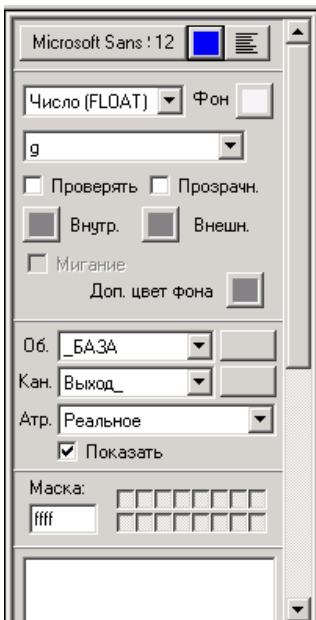

Рис. 4.4
- Выведите на экран значение пилообразного сигнала, генерируемого в FBD программе. Для этого изобразите динамический текст. Привязка динамического текста показана на рис. 4.4.